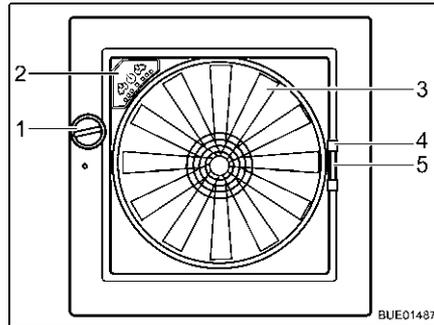

Fig. 92 Claraboya Omni-Vent
- Abrir:** ■ Girar el botón giratorio (Fig. 92,1) hasta alcanzar el ángulo de apertura deseado.
- Cerrar:** ■ Girar el botón giratorio (Fig. 92,1) hasta que la claraboya esté completamente cerrada.
- Cerrar:** ■ Tirar del tirador (Fig. 92,4) de la protección contra insectos hacia el lado opuesto del marco.
- Cerrar:** ■ Comprimir el tirador (Fig. 92,5) del oscurecedor.
Cuando la claraboya está abierta, el interior del vehículo se puede ventilar con el ventilador de 6 niveles (Fig. 92,3). El ventilador se maneja a través del cuadro de mando (Fig. 92,2).